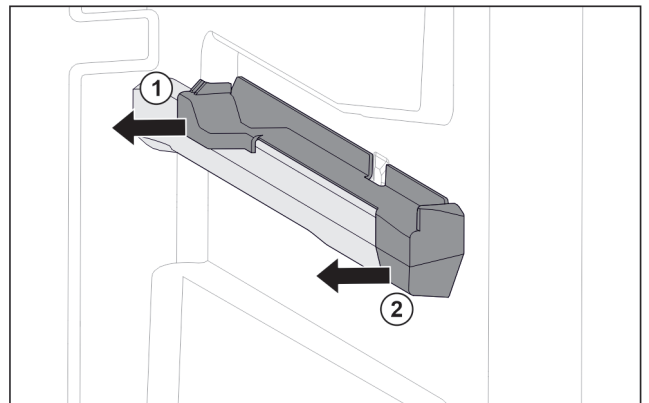

Fig. 55 Påsætningsdel på den højre beholderrist
- ▶ Træk den bageste del af påsætningsdelen af og til siden. Fig. 55 (1)
- ▶ Træk den forreste del af påsætningsdelen af og til siden. Fig. 55 (2)